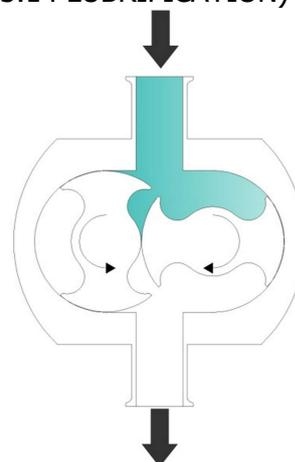

Figure 16 - Sens de rotation - Vue côté tête de pompe
- S'assurer que le moteur est correctement câblé pour tourner dans le bon sens (Figure 16 et tableau 3 - Direction du flux)